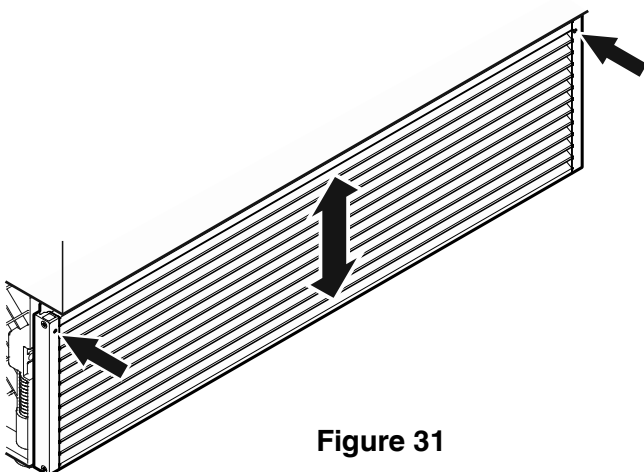

Figure 31
8. Régler la hauteur de la grille de ventilation (**Figure 31**).